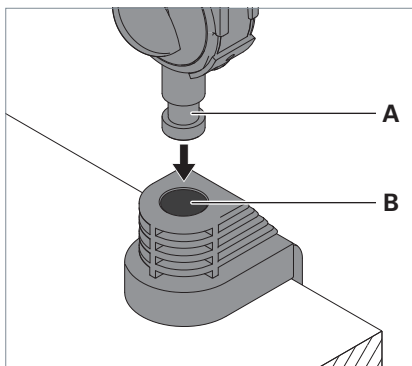

Fig. 2: Montare l'apparecchio di illuminazione sull'elemento di fissaggio.
- ▶ Inserire il perno **A** dell'asta dell'apparecchio di illuminazione nell'apertura **B** dell'elemento di fissaggio, vedi Fig. 2.